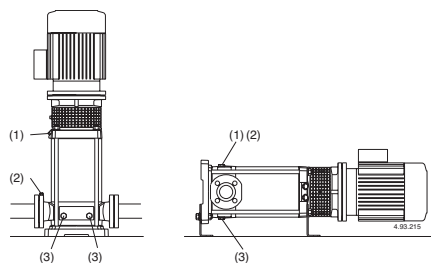

Рис. 4
При положении насоса выше уровня перекачиваемой жидкости (работа в режиме всасывания, рис. 3А) или при недостаточной высоте напора (менее 1 м) для открытия обратного клапана наполните всасывающую трубу и насос через соответствующее отверстие (1) (рис. 4).
Во время наполнения винт со штифтом (14.17) в сливной пробке (14.12) должен быть откручен, чтобы имелось соединение между камерой подающей части и камерой всасывающей части (рис. 4а).
Рис. 4а Наполнение: внутренний проход открыт
Рис. 4б При работе: внутренний проход открыт
При работе под гидравлическим напором (рис. 3В) наполните насос, медленно открывая задвижку на всасывающей трубе до полного раскрытия; при этом, задвижка в подающей трубе и отдушины (1) и (2) должны быть полностью открыты (рис. 4), чтобы выпустить воздух.
Закрыть отдушины (1) и (2) (рис. 4).
Для MXV-B, MXV(L) 25-32-40 и MXV(L)4 25-32-40 Затяните игольчатый винт (14.17) в сливной заглушке (14.12) (рис. 4б) и закройте отверстие для выпуска воздуха (14.04).
Если заливка прерывается (непостоянный поток на подаче при открытых задвижках) или если давление на манометре колеблется, провести повторный выпуск воздуха на всасывании (2), проверить герметичность всех соединений всасывающей трубы и крепко затянуть выпускную заглушку (2) и сливные заглушки (3) со стороны всасывания (рис. 4).
По возможности, как в случае временной работы с грязными жидкостями, прокачайте через насос немного чистой воды для удаления осадков. Либо, после слива воды, промойте насос, залив не менее 4 л чистой воды в заливочное отверстие (1) со стороны подачи и дайте ей выйти через сливное отверстие (3) со стороны всасывания (рис. 4).
Перед разборкой насоса закройте задвижки на всасывании и подаче и слейте жидкость из корпуса насоса (рис. 4).
- 4. отсоединить провод от зажимной коробки, открутить винты (70.18) с гайками (70.19) и извлечь двигатель из соединения (64.22) – рис. 4 а;
- 5. снять винты (61.07) и снять втулку (32.00) с подшипником (66.00) и соединением (64.22) с верхней крышки (34.02) и вала (64.00) – рис. 4б;